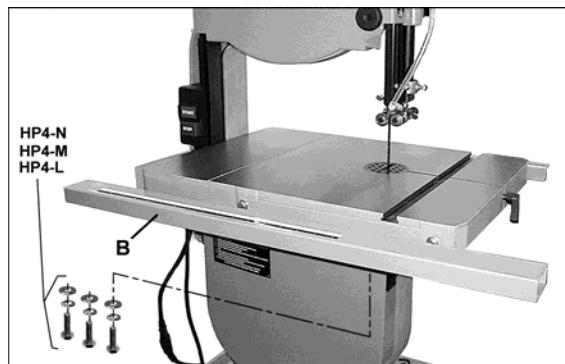

Рис. 27.
- Прикрутите заднюю направляющую (D) к рабочему столу с помощью двух винтов с шестигранной головкой M6x20 (HP4-L), двух контршайб 6 мм (HP4-M) и двух плоских шайб 6 мм (HP4-N). На данном этапе затяните винты вручную.
- Прикрутите направляющий профиль (B, Рис. 27) через пазы в передней направляющей с помощью трех винтов с шестигранной головкой M6x20 (HP4-L), трех контршайб 6 мм (HP4-M) и трех плоских шайб 6 мм (HP4-N). Затяните винты с помощью 10 мм гаечного ключа.
3. Если описанной регулировки недостаточно, ослабьте винты направляющего профиля (HP4-L, Рис. 27) и переместите упор вместе с направляющим профилем так, чтобы упор едва касался пильного полотна. Снова затяните винты направляющего профиля и дальнейшую регулировку производите с помощью винта крепления указателя.